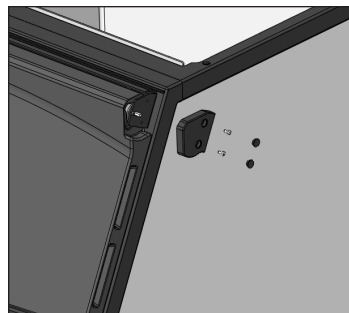

Рис. 1. Развернутое изображение торцевой заглушки кронштейна дверцы, винтов и колпачков.
1. Снять торцевые заглушки с кронштейнов дверцы. См. рис. 1.